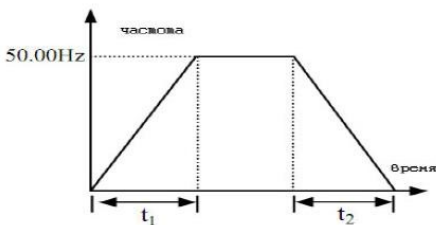

Рис. 6-1 Линейное ускорение/замедление
**0:** режим линейного ускорения, замедления. Выходная частота увеличивается или уменьшается по линейной траектории, как показано на Рис. 6-1.